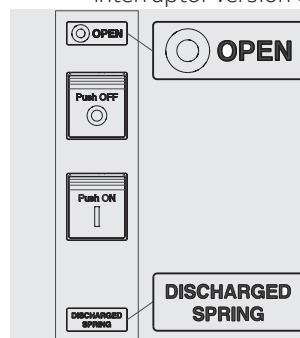

Figura 32
- Interruptor abierto con resortes descargados (véase Figura 32).